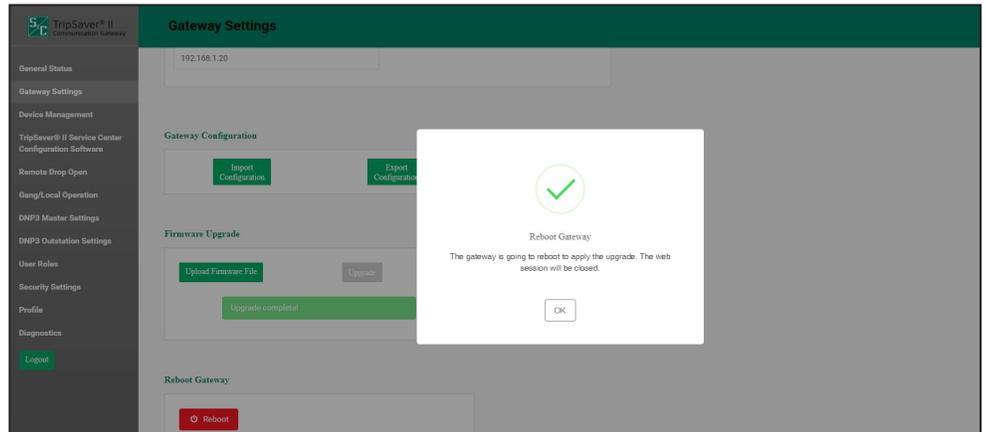

Figura 34. Caixa de diálogo informando que a atualização do firmware está concluída.
PASSO 8. Quando o processo de atualização estiver concluído no gateway, uma notificação é apresentada. Ver Figura 34. Quando o usuário clicar no botão **OK** desta notificação, uma tela é exibida informando que o gateway fica indisponível durante a reinicialização. O gateway leva um tempo aproximado de 5 minutos para reinicializar. A interface de usuário carrega a página de Login automaticamente após a conclusão da reinicialização. Ver Figura 11 na página 21. Faça o login e confirme que o novo firmware foi instalado com sucesso consultando a tela *General Status*.